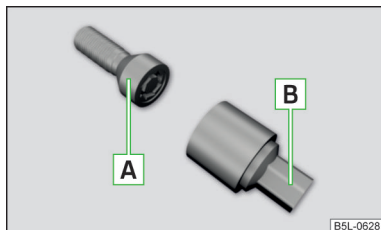

Fig. 321
Los tornillos de rueda antirrobo protegen a las ruedas contra robos. Se pueden **soltar/apretar** solamente con el suplemento **B** » **fig. 321**.
- Introduzca la llave de rueda hasta el tope sobre el tornillo de rueda. Usar el suplemento para los tornillos de la rueda antirrobo correspondientes » **fig. 321** de la *pág.* 295.